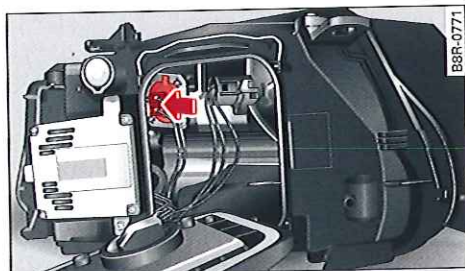

Fig. 257 Phare principal : ampoule du feu de braquage
- Appuyez sur le côté du connecteur en plastique -flèche- ⇒ fig. 257.